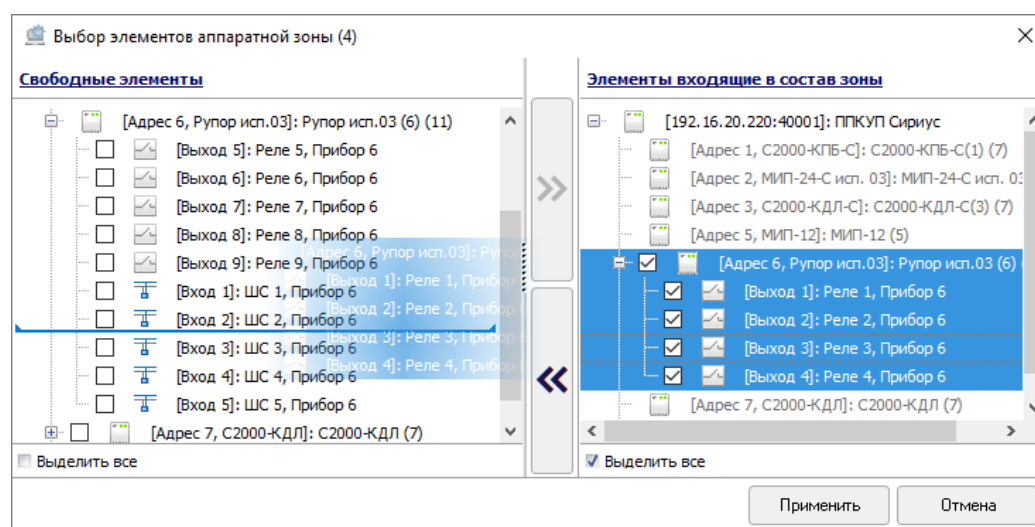

Рисунок 6-314 Удаление элементов и приборов из состава аппаратной зоны перетаскиванием
- в поле «Элементы, входящие в состав зоны» выделите один или несколько элементов/приборов (для выделения сразу нескольких элементов/приборов нажмите на клавиатуре и удерживайте клавишу <Shift> для выбора диапазона или клавишу <Ctrl> для комбинированного выбора) и, удерживая нажатой левую клавишу мыши, перетащите выделенные элементы/приборы в поле «Свободные элементы» (см. Рисунок 6-314).